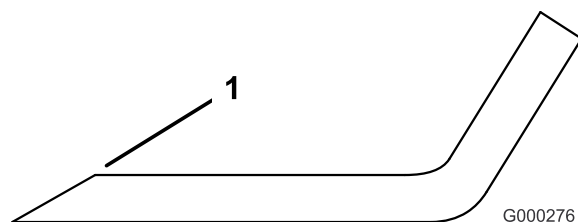

Figura 126
3. Esaminate l'affilatura di tutte le lame e affilate se risultano smussate o scheggiate (Figura 126).
Nota: Affilate soltanto la parte superiore del tagliente e mantenete l'angolo di taglio originale per garantire l'affilatura (Figura 126). La lama rimane bilanciata se rimuovete la stessa quantità di metallo da entrambi i taglienti.